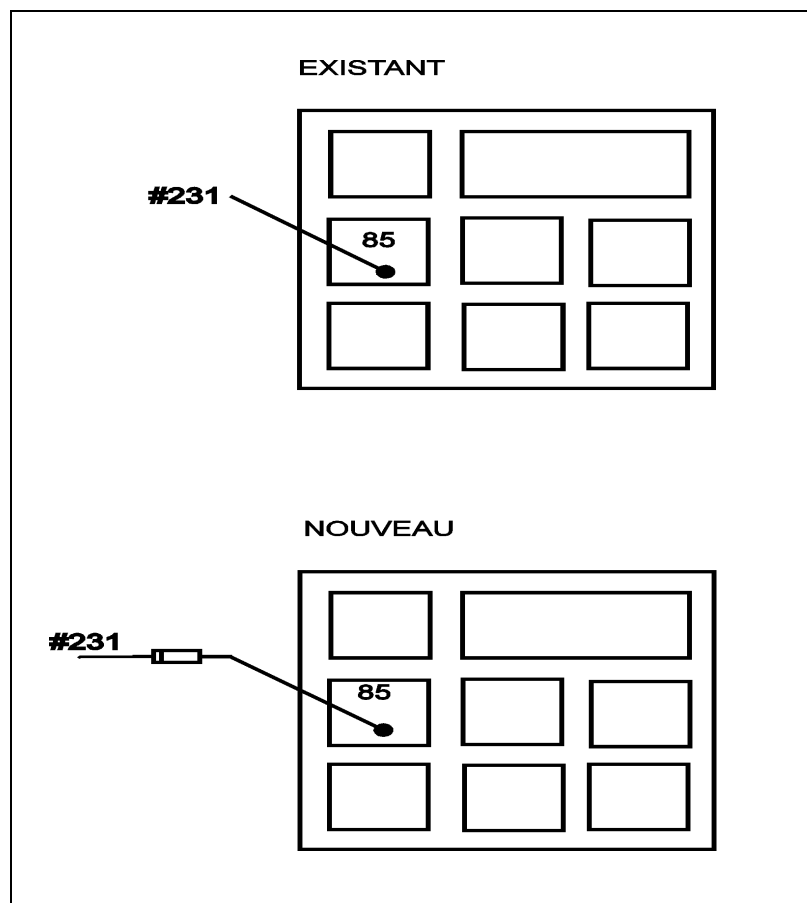

FIGURE 3: VUE DU DESSOUS DU CONNECTEUR DE RELAIS R7 06183
3. Extraire le fil #231 du connecteur de relais R7 (Fig. 3).
5. Souder une diode (Prévoist #560931) en série sur le fil #231 (Fig. 3).
7. Brancher la nouvelle borne (Prévost #561181) dans la case 85 du connecteur de relais R7 (Fig. 3).